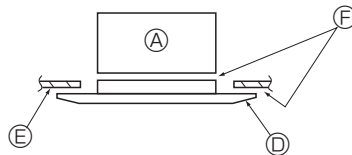

Fig. 10-7
- Sicherstellen, dass sich zwischen dem Hauptgerät und der Blende oder der Blende und der Decke keine Lücken befinden. (Fig. 10-7)